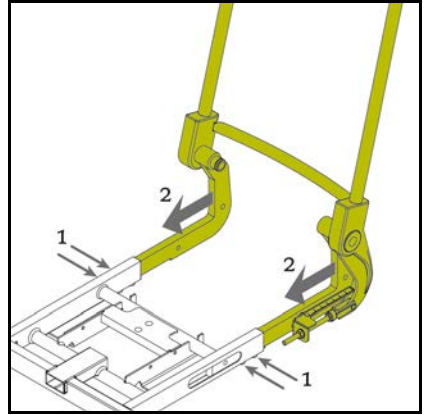

Figure 4.1
**Réglage de la profondeur d'assise par les tubes du dossier (fig. 4.1).**